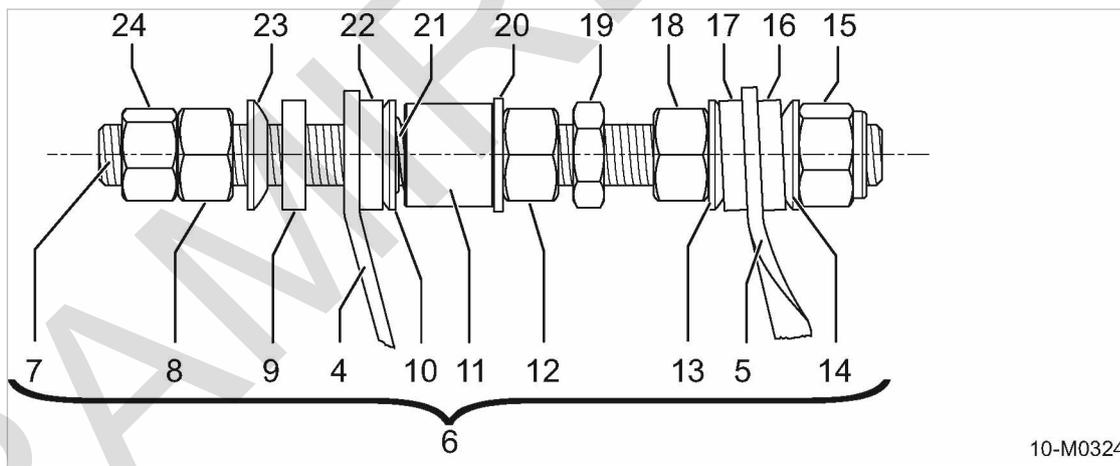

Рис. 81 Механизм натяжения приводного ремня генератора
1. Снятие механизма натяжения (см. рис. 81):
- Отпустить гайки (24) и (8) и законтить их на конце стержня (7).
- Отпустив гайки (19) и (12) ослабить консоль (4), чтобы приводной ремень свободно провисал.
- Отпустить гайку (18).
- Поворачивая гайку (8) выкрутить натяжитель (6) из гайки (15).
- Снять натяжитель (6) с консоли (4) и держателя (5).
3. Установка механизма натяжения (см. рис. 81):
- Вставить механизм натяжения (6) в держатель (5) и консоль (4) согласно рисунку.
- Законтить гайкой (24) гайку (8).
- Затянуть механизм натяжения (6) гайкой (15) со стороны мотора. При этом механизм натяжения вкручивается в самостопорную гайку (15).
- Держа гаечным ключом гайку (18), вторым ключом затянуть гайку (8), поворачивая ее против часовой стрелки. Затем капнуть лак на гайку (18), чтобы предотвратить самопроизвольное откручивание при вибрации.